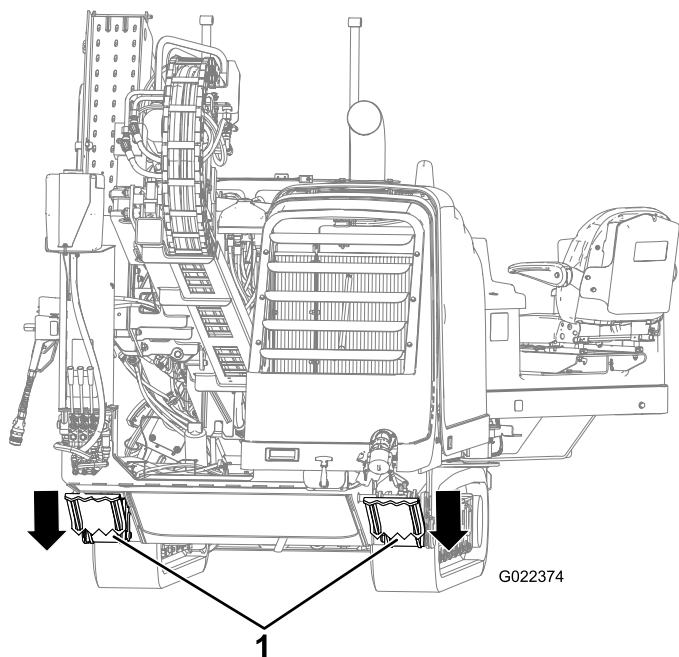

Figura 79
10. Baje los estabilizadores traseros hasta que descansen firmemente en el suelo, o hasta que obtenga el ángulo de entrada deseada (Figura 79).